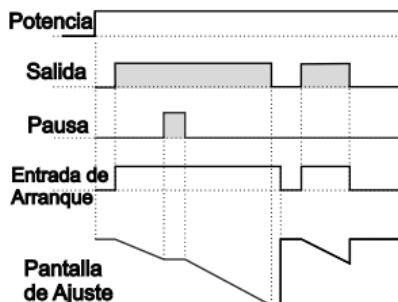

Figura 3.1
3.1.1 Si Conteo Descendente **dEct**=1 y **butF** es **b-n**, el diagrama de control se muestra la figura 3.1.